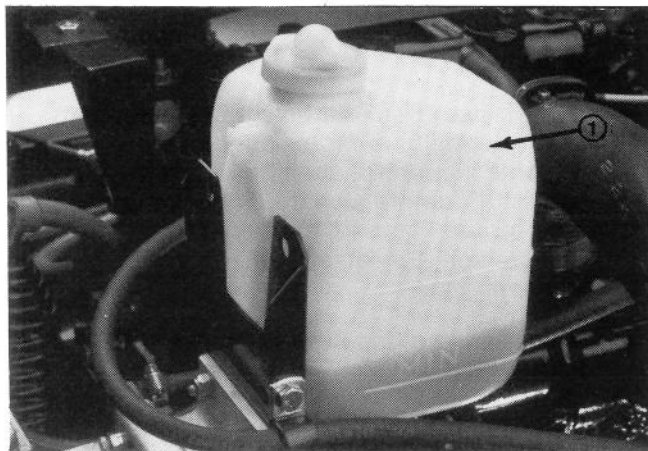

Abbildung 11
3. Den Kühlmittelstand prüfen. Der Radiator sollte bis zur Oberkante des Füllstutzens und der Ausgleichstank bis zu den zwei Markierungen (Abb. 11) auf der Seite des Tanks befüllt werden.